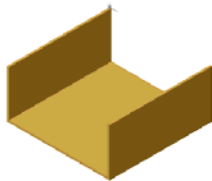

图 3-55 生成开环薄壁拉伸特征
- 5) 单击按钮,从而生成开环薄壁拉伸特征,如图 3-55 所示。